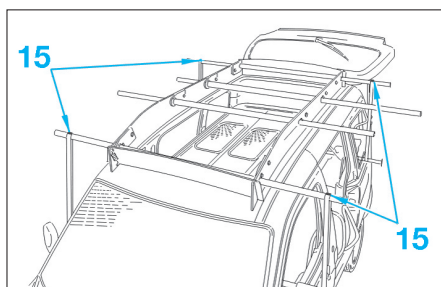

FIG. 120
- Installer les sangles aux quatre coins en (15) (Fig.120).